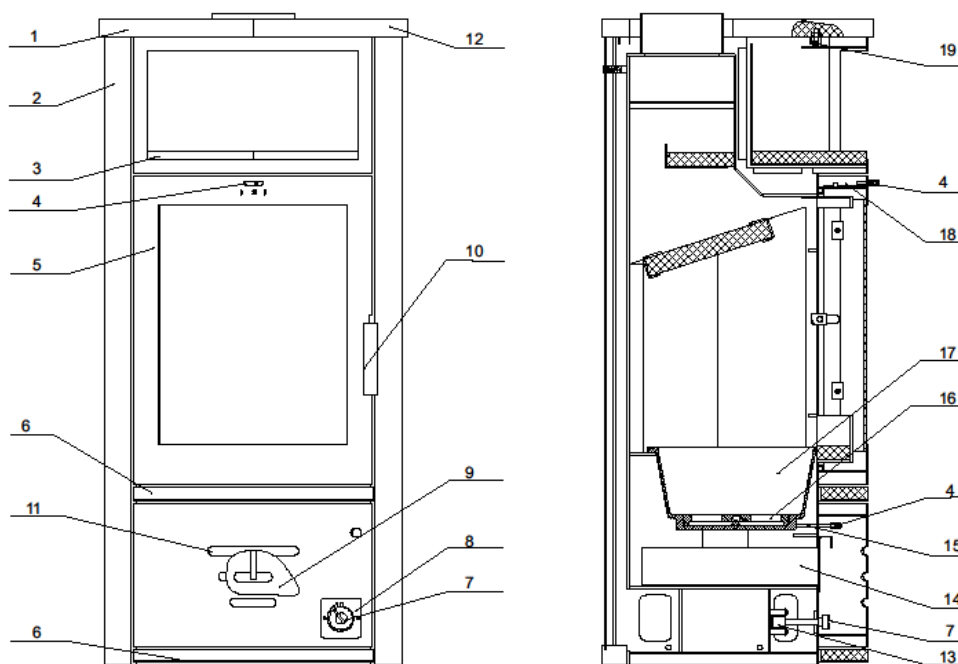

Abb.1.
- Nivellieren Sie diese mit 6 Stück „Schrauben“ Pos. 19, Abb.1 aus.
Der Kaminofen wird mit einem automatischen Thermostat Pos. 14. Abb. 1 ausgestattet, welcher die für die Verbrennung notwendige Primärluft steuert. Mit Hilfe des Thermostats kann man die Steuerebene leicht von „0“ (geschlossen) auf „I“ (vollständig geöffnet) einstellen.
Die Sekundärluft kommt in den oberen Teil der Brennkammer und stellt die vollständige Verbrennung des Abgases sicher. Die Konstruktion des Kaminofens ermöglicht das vorherige Aufheizen der Sekundärluft, was zu einer Erhöhung der Verbrennungstemperatur und somit zu einer höheren Effizienz des Kaminofens führt und die Vernebelung der Glasscheibe vermeidet. Die Sekundärluftzufuhrsteuerung Pos. 18, Abb. 1 ist in der Mitte des Oberteils der Feuertür angebracht und wird mit dem Knopf Pos. 4, Abb. 1 gesteuert. Die Markierung „0“ bedeutet vollständig geschlossen.
Der Kaminofen ist mit einem drehbaren Rost Pos. 17, Abb. 1 ausgestattet, wodurch das Entleeren von Resten aus dem Feuerbett erleichtert wird. Bewegen Sie den Hebel Pos. 16, Abb. 1 nach vorne und hinten, so dass die Reste in den Aschekasten fallen.